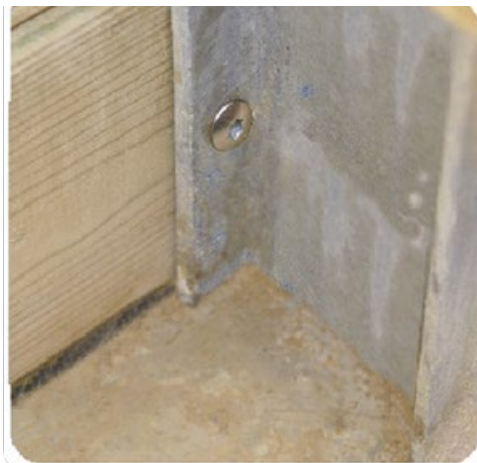

Figure 11 – Bloqueo de tablonos en los puntales
- en los 4 puntales (estos están perforados previamente, como se muestra en la *Figure 11*) utilizando 36 tornillos A2 torx 6 × 30 de acero inoxidable A2 (bolsa D).